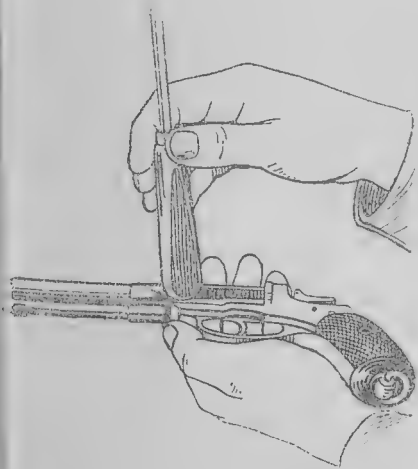

Рис. 31. Как отделить боковую крышку
4) **отделить боковую крышку:** положить револьвер на ладонь левой руки боковой крышкой кверху и ударить рукояткой отвертки по левой стороне передней стенки рамки у того места, где поставлен номер револьвера; отделить рукой крышку (рис. 31);